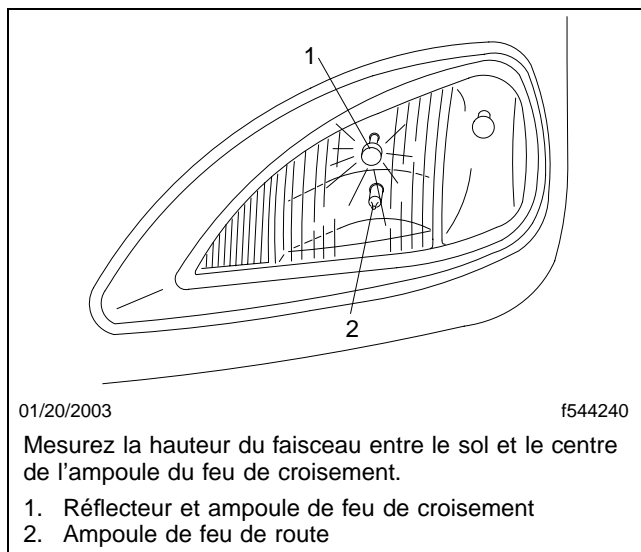

Fig. 14.2, Hauteur du faisceau du phare
2. Sur chaque phare, trouvez le centre de l'ampoule. Voir la **figure 14.2**.